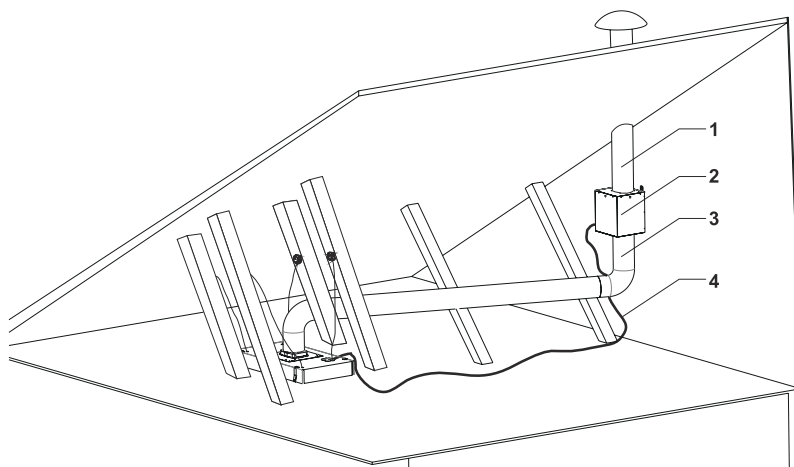

Fig. 28
4. ➔ Monter aftrækskanalerne (læs punkt 2 under afsnittet: Larm & Støj (fra motor)* for gode råd) (Fig. 28).